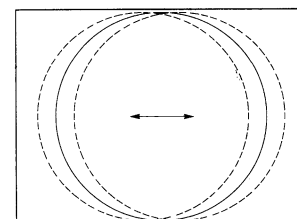

Bild 2
- d) Stellen Sie die horizontale Position so ein, daß Sie eine Bildzentrierung erhalten (Bild 2).